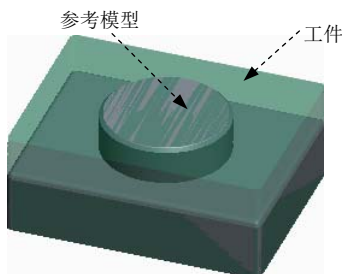

图 3.11.3 制造模型
Step3. 在“元件放置”操控板中选择  默认 选项, 然后单击  按钮, 完成毛坯工件的放置, 放置后如图 3.11.3 所示。